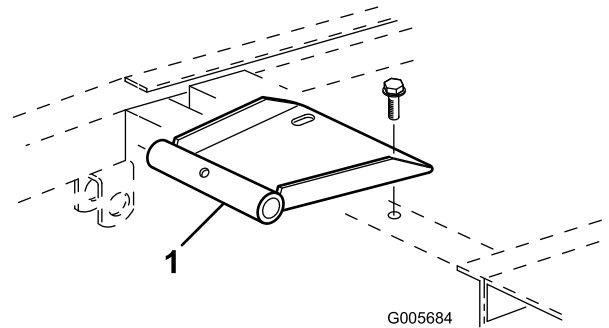

Figura 8
- 2. Monte el soporte pivotante del asiento en el bastidor con los 2 tornillos con arandela prensada suministrados en el kit (Figura 8).
4. Monte el soporte pivotante del asiento en el bastidor con los 2 tornillos con arandela prensada suministrados en el kit (Figura 8).